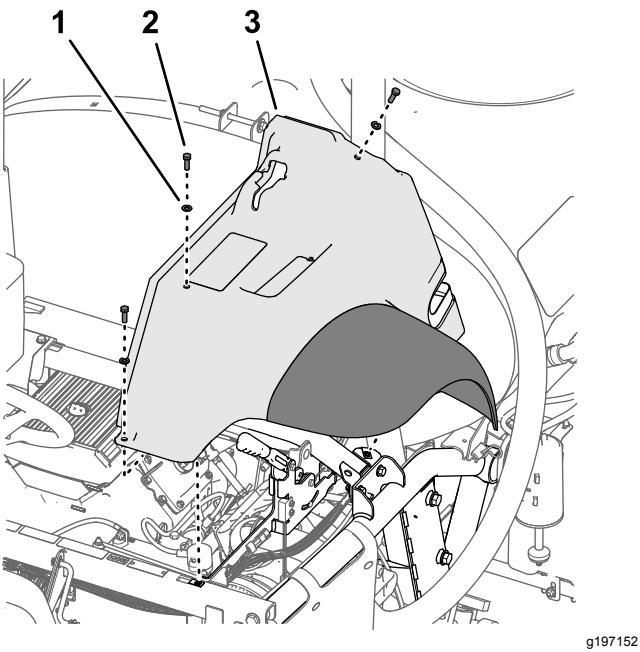

Figura 9
2. Rimuovete i 3 bulloni (5/16" x 1") e le 3 rondelle (5/16") che fissano il parafango al telaio della macchina (Figura 9).